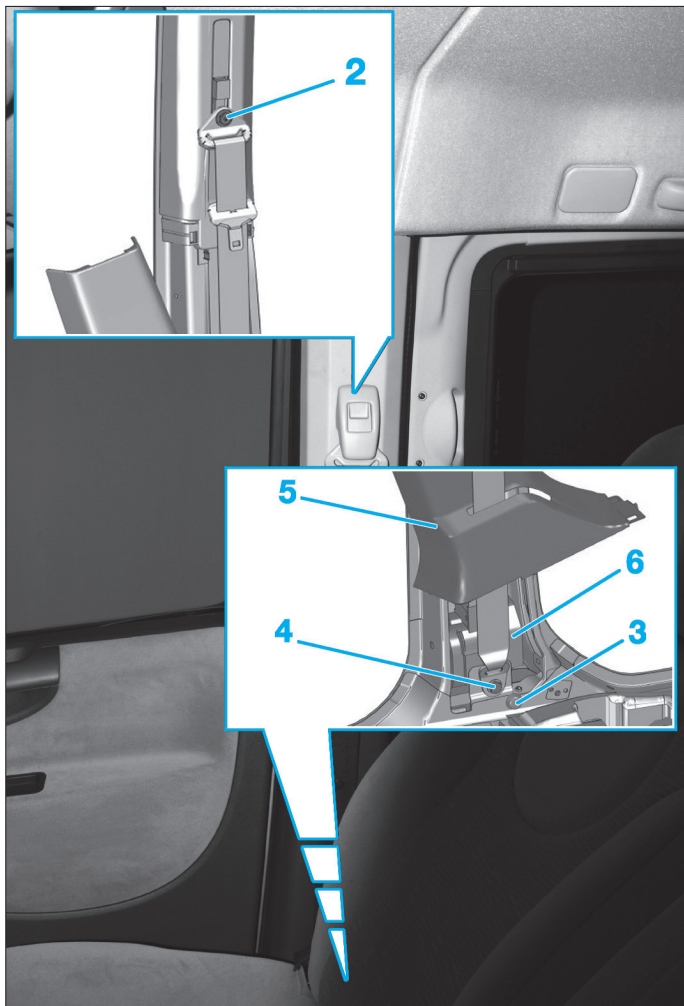

Fig. 23
- la vis supérieure (2) (Fig.23),
- le cache (3),
- la vis inférieure (4).